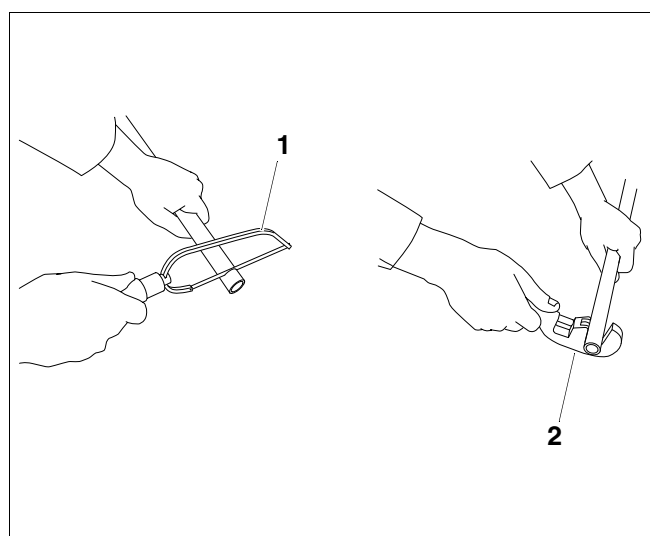

Fig. 1 Raccourcir
- Découpez le tube en cuivre à l'aide d'une scie ou d'un coupe-tube (fig. 1, **pos. 1** et **2**).